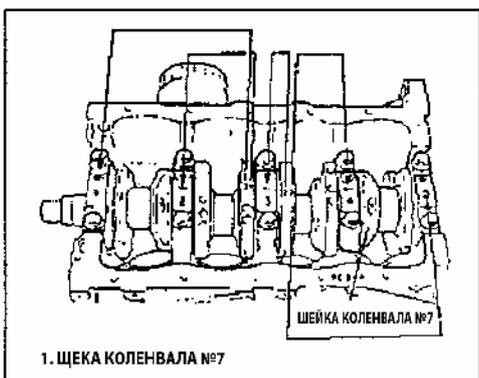

Рис. 159
- 1) Сначала проверьте диаметр шейки. Как показано на рисунке на щеке коленвала №7 есть 5 рельефных цифр (Рис. 159). Эти цифры обозначают диаметры шеек.